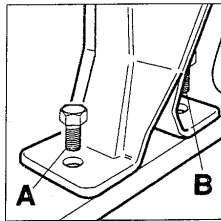

Abbildung 1
Setzen Sie das Nietgerät an der Kante der Werkbank auf (Abbildung 1) und befestigen Sie es unter Verwendung der beiden Bohrungen (A) und (B) mit zwei Schrauben.